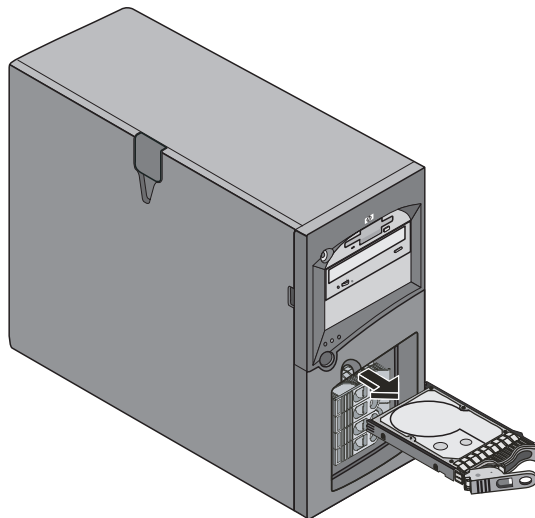

Abbildung 2-10: Entfernen einer Hot-Swap-Festplatte
5. Stützen Sie die Festplatte von unten, und ziehen Sie sie langsam heraus. Achten Sie darauf, dass Sie die Festplatte nicht fallen lassen (siehe Abbildung 2-10).